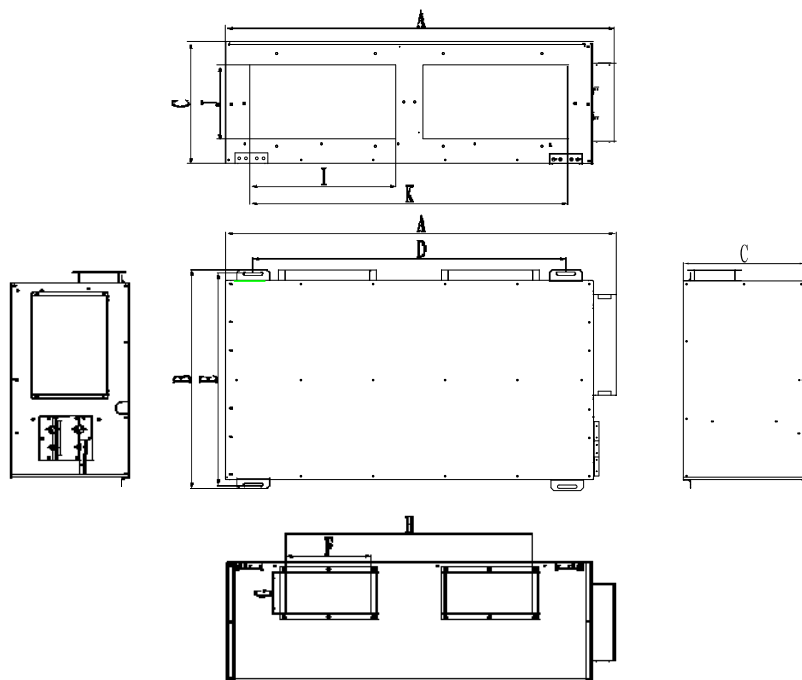

Рис. 4
- Вставьте анкерные болты М10 в установочные отверстия и ввинтите металлические штифты в них. Рис. 6. Расстояния между отверстиями приведены на Рис. 4.